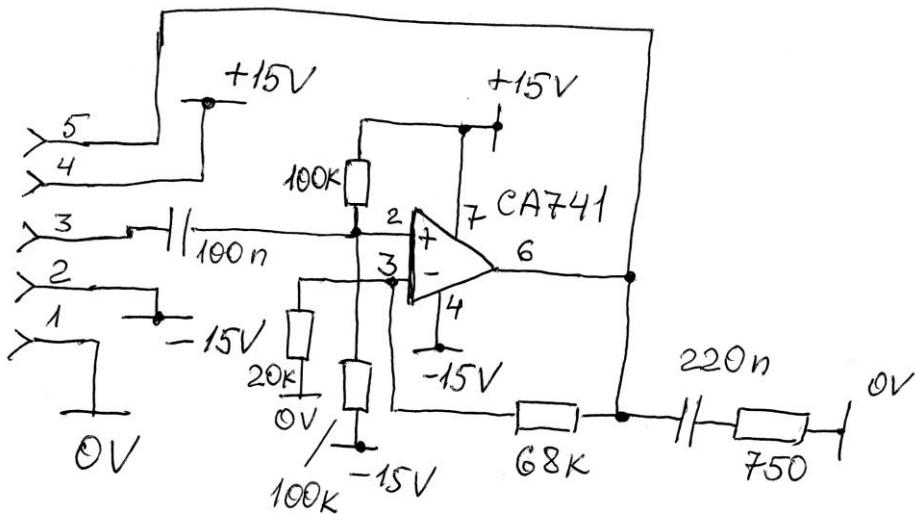

Рис. 1.6
4. Вывести все компоненты схемы в окно рабочего проекта. Эскиз схемы показан на рис. 1.6. Микросхема CA741 находится в библиотеке *opamps*, резисторы и конденсаторы – в библиотеке *discrete*, разъем – в библиотеке *connector*, элементы +15V, -15V и 0V – в библиотеке *schema*.